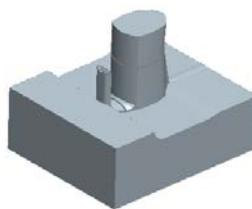
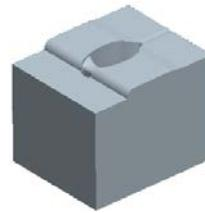

图 17.23 着色后的下半部分体积块
图 17.24 着色后的上半部分体积块
Step5. 在“体积块分割”操控板中单击 体积块 按钮，在“体积块”界面中单击 1 体积块_1 区域，此时模型的下半部分变亮，如图 17.23 所示，然后在选中的区域中将名称改为 LOWER_MOLD；在“体积块”界面中单击 2 体积块_2 区域，此时模型的上半部分变亮，如图 17.24 所示，然后在选中的区域中将名称改为 UPPER_MOLD。